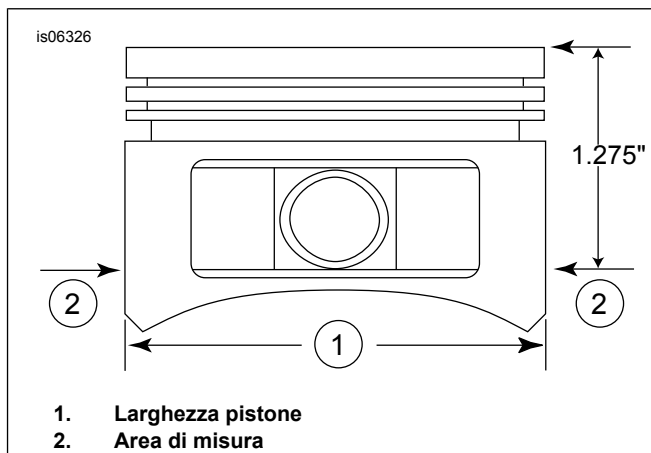

Figura 2. Misure pistone
- Vedere Figura 2 Misurare la larghezza del pistone (1), 90 gradi orizzontalmente da entrambi i lati dei fori per perno del pistone e 32,385 mm (1,275 in) verso il basso, a partire dalla superficie del piano (superiore) del pistone (2). Per l'accoppiamento cilindro-pistone in questo punto, vedere la tabella 11.